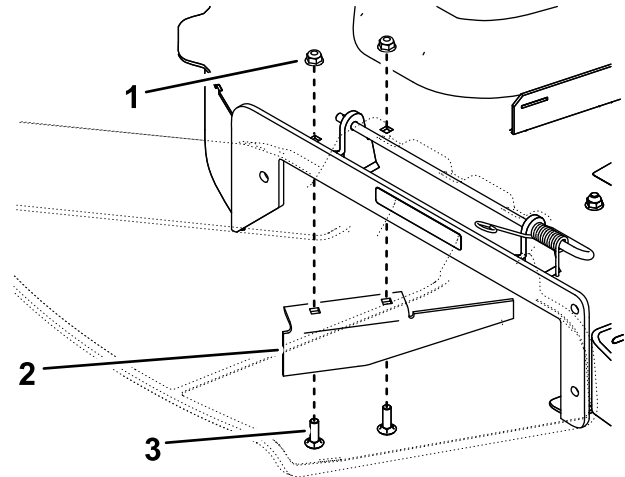

Bild 1
3. Installez les fixations dans les mêmes trous que ceux d'où vous les avez retirées (Bild 1).
2. Retirez les 2 boulons et les 2 écrous qui fixent le déflecteur d'ouverture au plateau de coupe, et déposez le déflecteur (Bild 1).